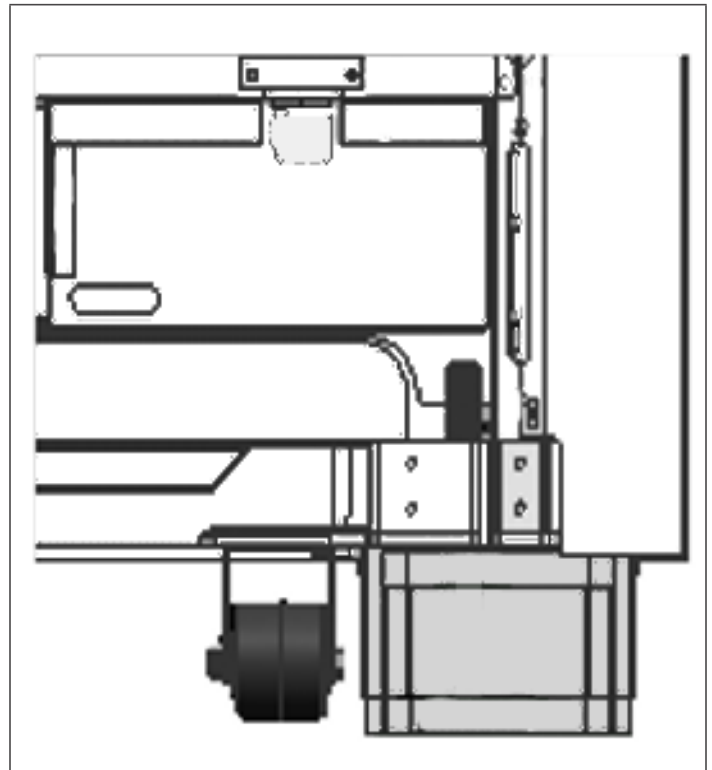

Figura 27: Cubiertas De Patas Instaladas
4. Deslice la pieza exterior hacia arriba dejándola pieza interior descansar en el piso. La otra pieza tiene muescas (que no se pueden ver) en las que la pieza más ancha debe engancharse. Debería sentir un chasquido indicando que el dispositivo está fijado correctamente (Figura 27).